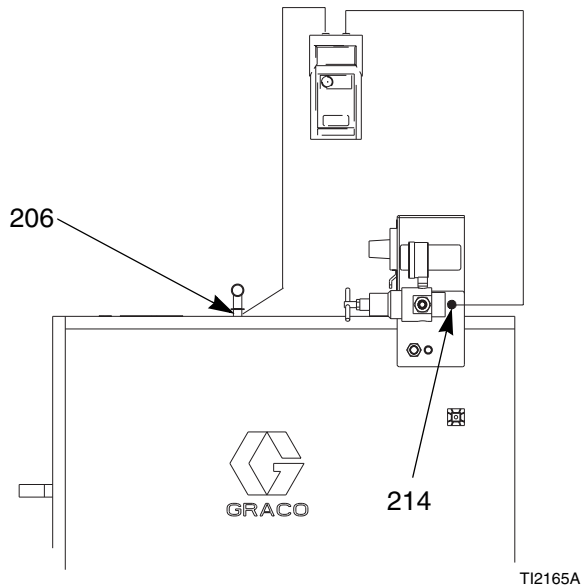

Abb. 22. Erdungsstreifen-Widerstand testen
Siehe ABB. 22. Mit einem Ohmmeter den Widerstand zwischen dem Gehäuse (206) und der Erdungsöse (214) testen. Der Erdungsstreifen wird über das Fahrgestell an der Erdungsöse geerdet. Der Widerstand muß unter 100 Ohm liegen. Wenn der Widerstand mehr als 100 Ohm beträgt, muß der Erdungsstreifen (240) ausgetauscht werden.